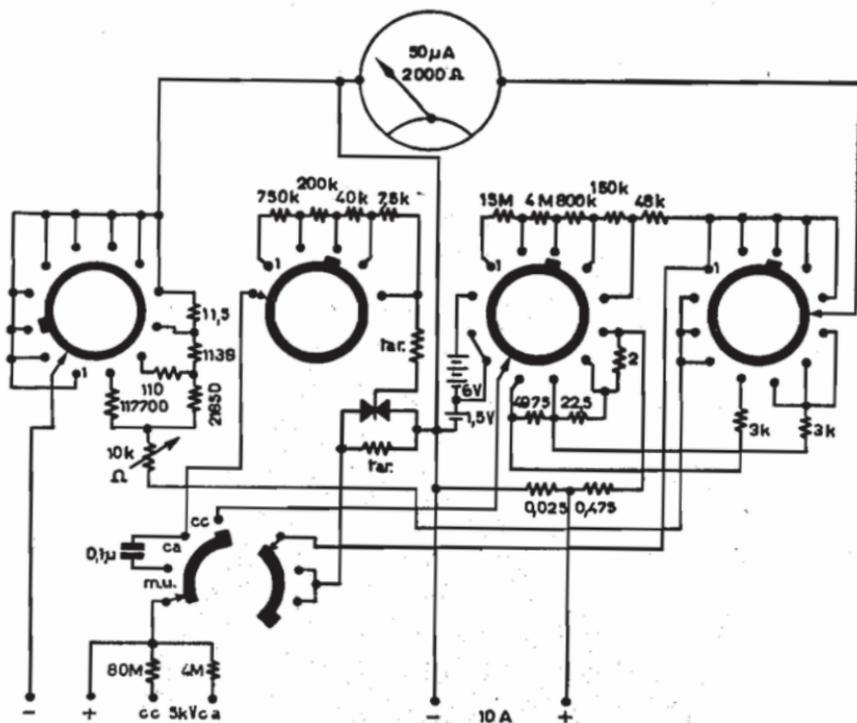

Fig. 217. - Voltohmmetro Simpson 260.
*Voltmetro Simpson 260, fig. 217.*